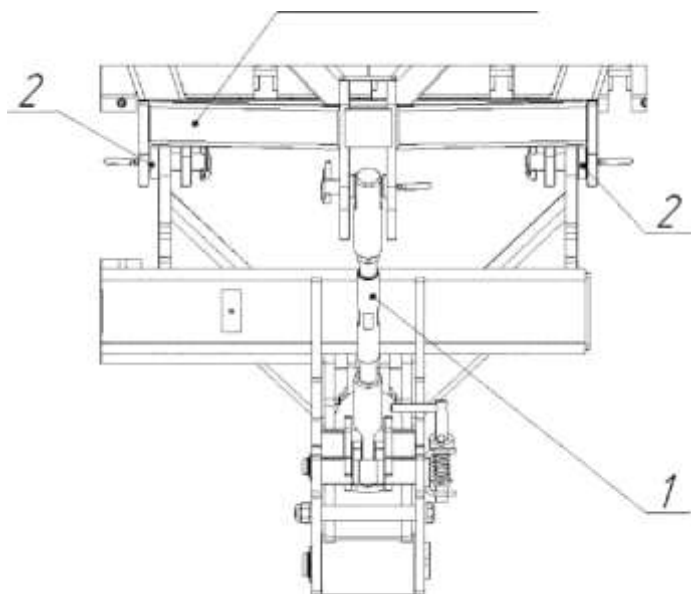

Рисунок 6 - Установка регулировочных шайб
**Внимание! При регулировке талрепом (рис. 6) максимальное расстояние между его проушинами должно быть не более 780 мм.**